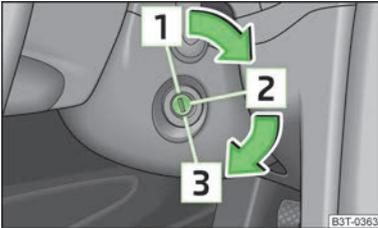

Abb. 113
- Während der Fahrt mit stehendem Motor muss der Zündschlüssel immer in der Stellung 2 » Abb. 113 auf Seite 108 (Zündung eingeschaltet) sein. Diese Stellung wird durch das Aufleuchten von Kontrollleuchten angezeigt. Wenn das nicht der Fall ist, könnte es unerwartet zur Verriegelung der Lenkung kommen - Unfallgefahr!
- Der Anlasser darf nur betätigt werden (Zündschlüsselstellung 3 » Abb. 113 auf Seite 108), wenn der Motor steht. Wird der Anlasser bei laufendem Motor betätigt, kann der Anlasser bzw. der Motor beschädigt werden.
Wenn die **Lenkung gesperrt ist** und der Schlüssel sich nicht oder nur schwer in die Position **[2]** » Abb. 113 drehen lässt, dann ist das Lenkrad etwas hin und her zu bewegen - die Lenkungsverriegelung wird dadurch entriegelt.
- Das Kupplungspedal ganz durchtreten, die Zündung einschalten **[2]** » Abb. 113 auf Seite 108 und starten **[3]** - kein Gas geben. Das Kupplungspedal durchgetreten halten, bis der Motor anspringt.
» Abb. 113 auf Seite 108.